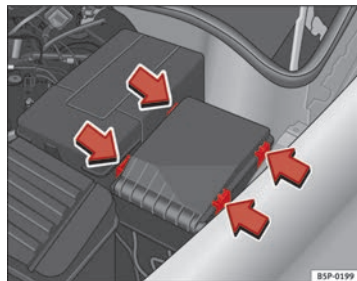

Fig. 180 Copertura della scatola dei fusibili nel vano motore
- Rimuovere la copertura dei fusibili situata nel vano motore premendo le linguette verso il centro della copertura ⇒ fig. 180.